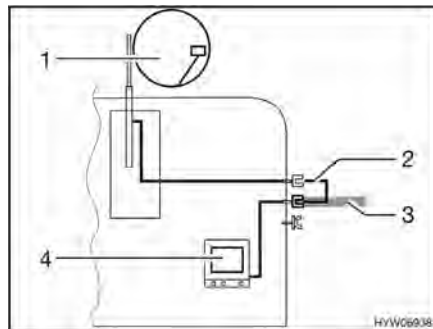

Fig. 119 TV dans le véhicule
- TV dans le véhicule (Fig. 119,4) : Raccord à l'antenne sur le toit (Fig. 119,1) avec câble d'alimentation (Fig. 119,2)
- TV dans le véhicule (Fig. 119,4) : Raccord à l'antenne extérieure (Fig. 119,3)